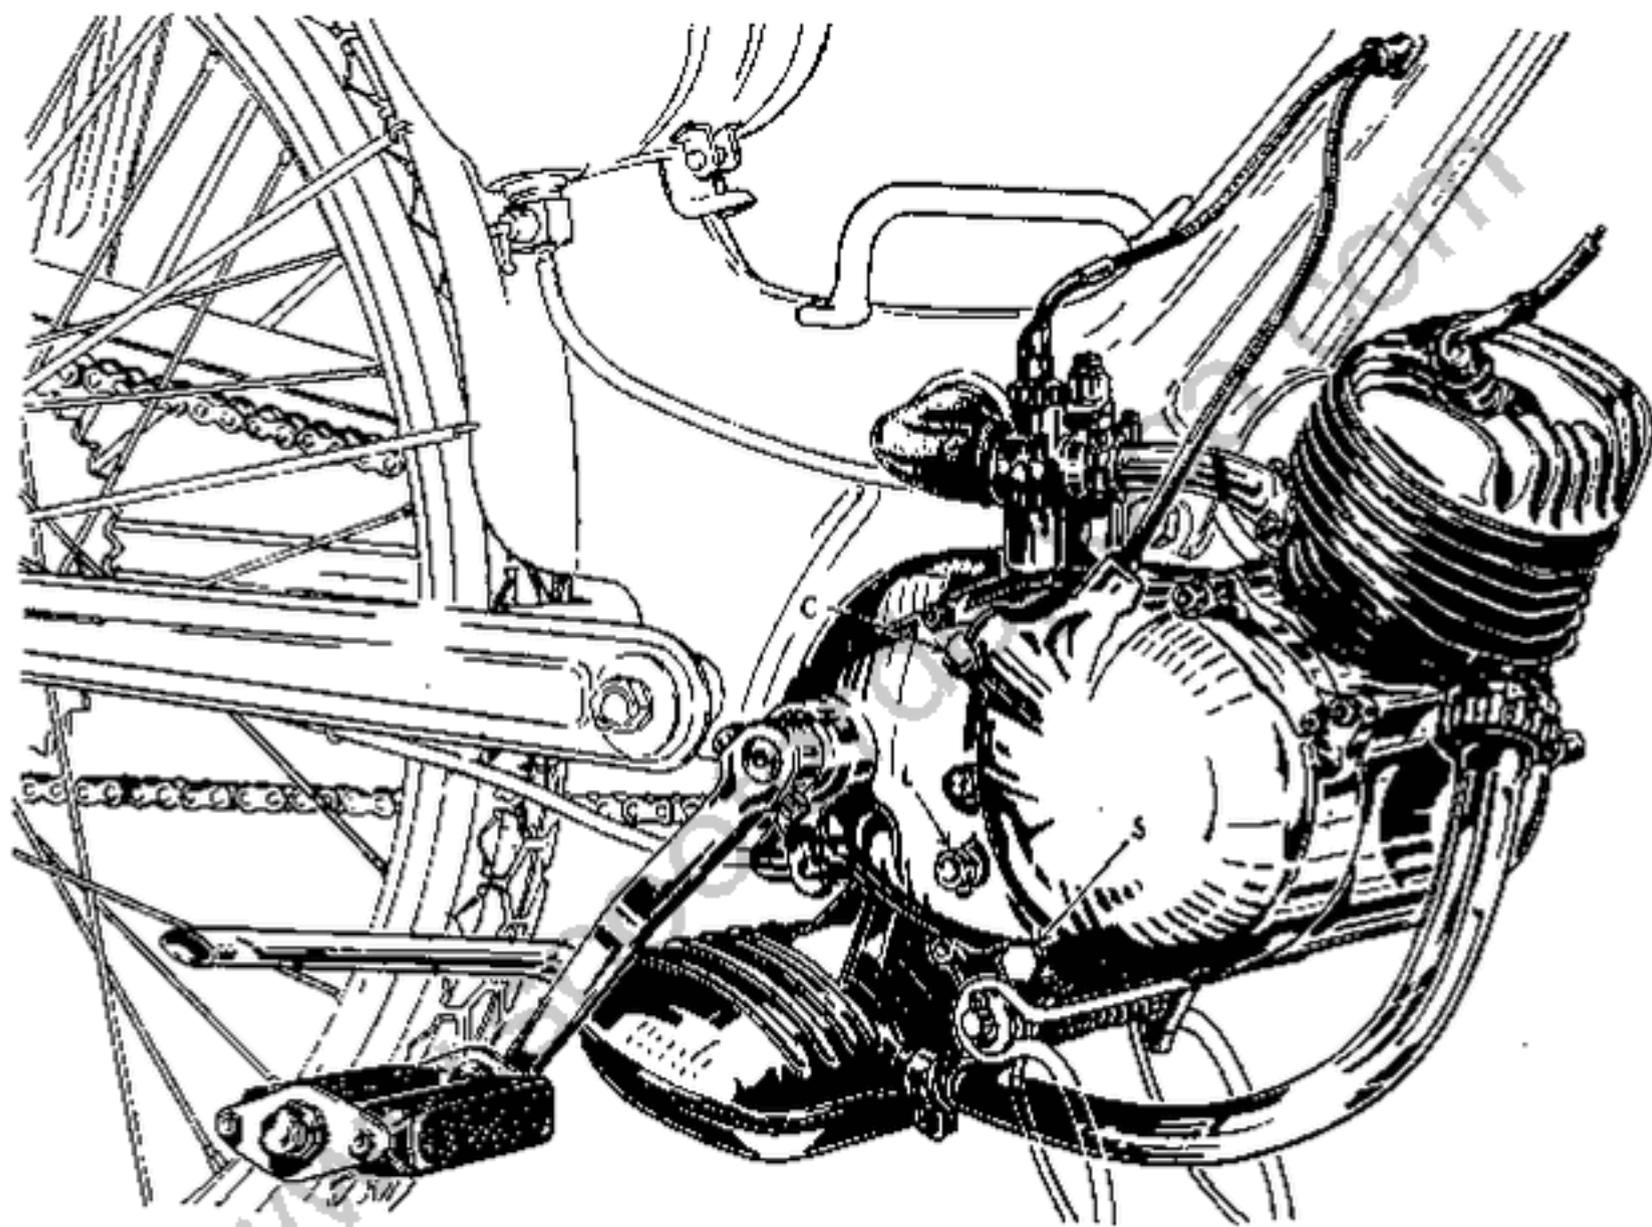

Fig. 9 - Gruppo motore
Il carter motore, che racchiude in blocco il cambio, porta gli appositi tappi per lo scarico, la carica e il livello dell'olio (v. fig. 9).
- Verificare e ristabilire il livello dell'olio nella scatola del cambio al punto (1), immettendolo dal tappo C (V. fig. 9) fino a quando lo si vede uscire dal foro del tappo L.
- Lubrificazione a mezzo degli appositi ingrassatori per le bronzine del forcellone posteriore al punto (6) ed il perno delle bielle porta ruota anteriore al punto (7) con grasso Agip Energrease A1.
- Lubrificare con poche gocce di olio da motore AGIP ENERGOL SAE 30 a mezzo oliatore, tutte le altre articolazioni, perni e la catena indicati sullo schema ai punti (2), (3), (5), (9), (10) e (11).
- Sostituire l'olio nella scatola del cambio a motore caldo. Per scaricare l'olio togliere il tappo S (v. fig. 9); immetterne poi nella scatola attraverso il tappo C, fino a quando lo si vede uscire dal foro del tappo L.
- Smontare la catena al punto (5), immergerla da prima in bagno d'olio e petrolio per pulirla e poi nel grasso per catena pre-